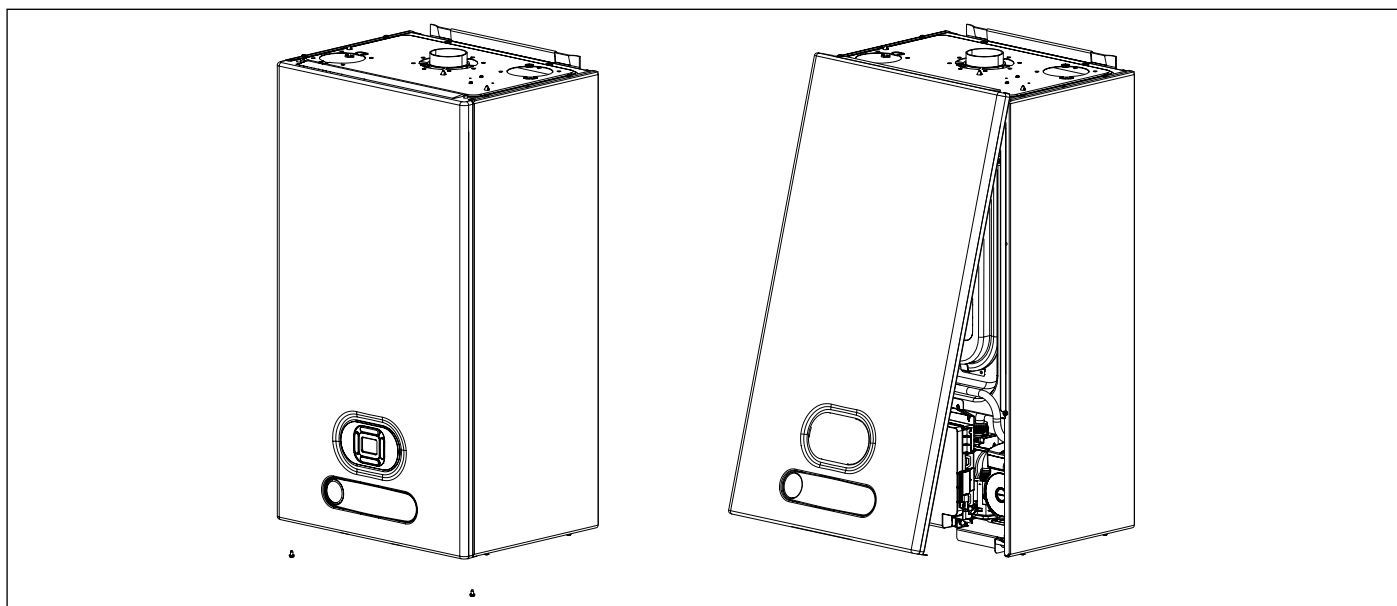

Рис. 26 Снятие передней панели
- Снять переднюю панель котла (смотри Рис. 26 Снятие передней панели).